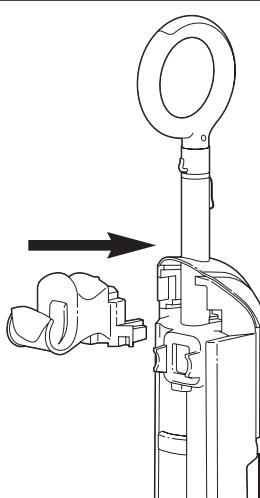

FIG. 3
Step 2: Slide the carry handle into place as pictured; secure with 2 screws provided (FIG. 3).
Étape 2 : Glissez la poignée de transport en place de la façon illustrée ; assujettir avec les 2 vis fournies (FIG. 3).
Paso 2: Deslice la manija de transporte a su sitio como se ilustra y fíjela con los 2 tornillos provistos (FIG. 3).